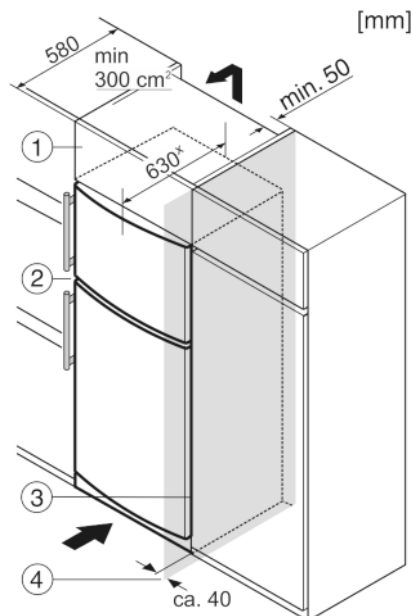

Fig. 10
Уредът може да е обграден с кухненски шкафове. За да изравните височината на уреда *Fig. 10 (2)* с височината на вградената кухня, над уреда може да се постави шкаф-пристройка *Fig. 10 (1)*.
При вграждане с кухненски шкафове (дълбочина макс. 580 мм), уредът може да се постави директно до кухненския шкаф *Fig. 10 (3)*. Отстрани уредът е издаден на 34 мм \*, а в средата на уреда - на 50 мм \* спрямо предната страна на кухненския шкаф.
Когато уредът се постави с шарнири близо до стена *Fig. 10 (4)*, разстоянието между уреда и стената трябва да бъде поне 40 мм. Това е разстоянието, на което дръжките излизат напред при отворена врата.